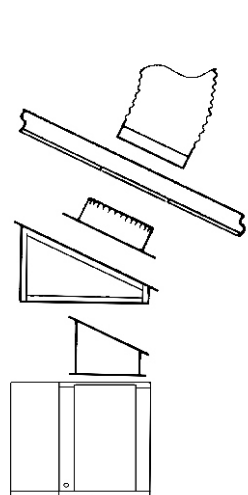

FIGURA 1
Su enfriador ya sea modelo de descarga abajo (PD) o de descarga lateral (PH). Enfriadores de descarga abajo son diseñados para su instalación en techos planos o con declive (vea figura 1). Enfriadores de descarga lateral son diseñados para su instalación en el costado del edificio, montados a nivel de tierra en una losa, o usando un ducto de transición de 90 grados, en techos con declive o planos (vea figura 2). Sistemas de aire por evaporación (descarga abajo o lateral) pueden ser conectados a un sistema de ductos de distribución con salidas de registros para cada área que se va a enfriar.